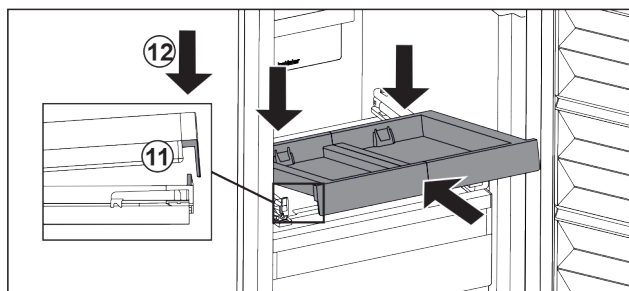

Fig. 198
- Shtyjeni pjerrtas brenda. Bëni kujdes që në të dyja anët ndaluesi të jetë prapa gjuhëzës kapëse. Fig. 198 (11)
- Uleni poshtë përpara raftin me tërheqje. Fig. 198 (12)